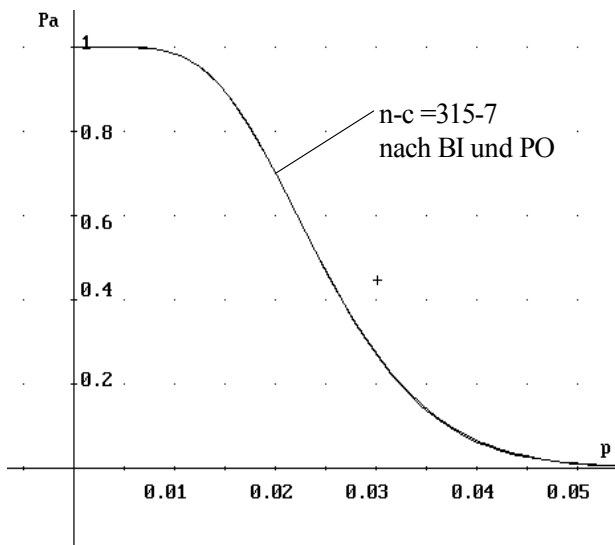
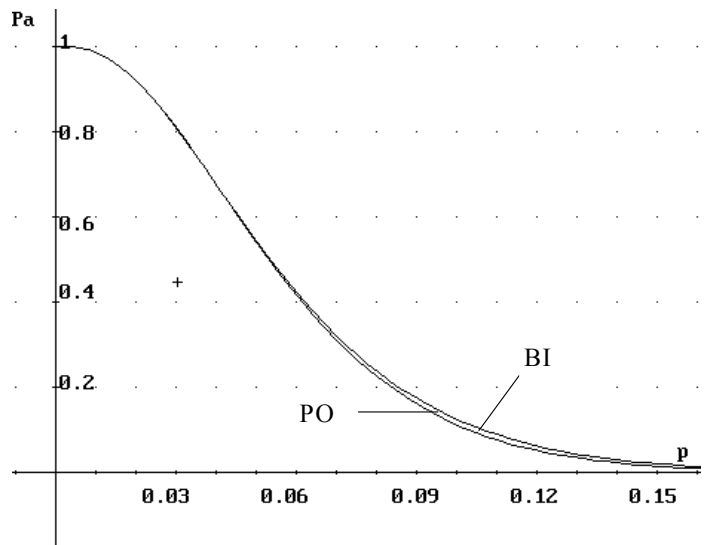
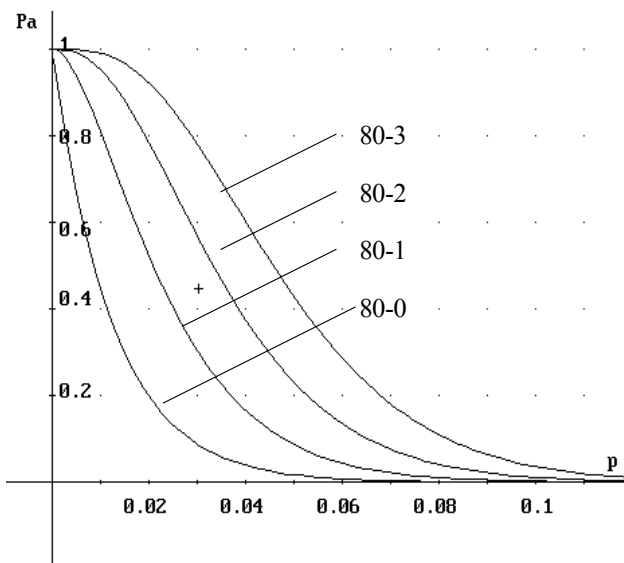
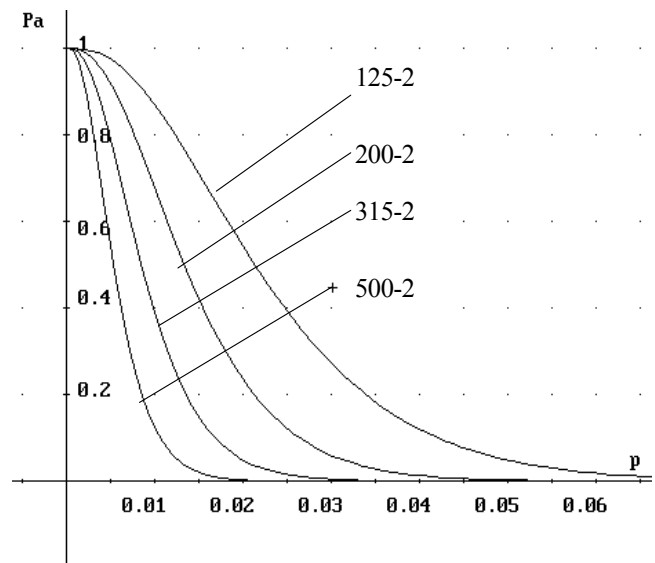

Abb.1: OC der Anweisung 315-7
Abb.2 : OC der Anweisung 50-2
Abb.3 : Vergleich verschiedener OC's :
Abb.4 : Vergleich verschiedener OC's :
Interpretation von Abb.1 - Abb.4 :
- Je größer n und je kleiner p, desto besser wird die Binomialverteilung durch die Poissonverteilung approximiert. In Abb.1 liegen die beiden Kurven direkt übereinander, in Abb.2 ist erst für größeres p ein optischer Unterschied wahrnehmbar.
- Je kleiner die Annahmezahl c (bei gleichbleibendem Stichprobenumfang n) ist, desto steiler verläuft die OC, was wiederum bedeutet, daß die *Trennschärfe* der Stichprobenanweisung größer wird (Abb. 3). Analog gilt dies selbstverständlich für größer werdendes n bei gleichbleibendem c (Abb. 4).